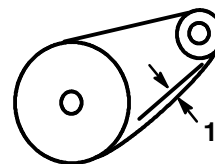

Figure 32
4. Vérifiez la flèche de la chaîne en la soulevant en exerçant une pression modérée à mi-chemin. La flèche doit être comprise entre 3 et 10 mm (Fig. 32).